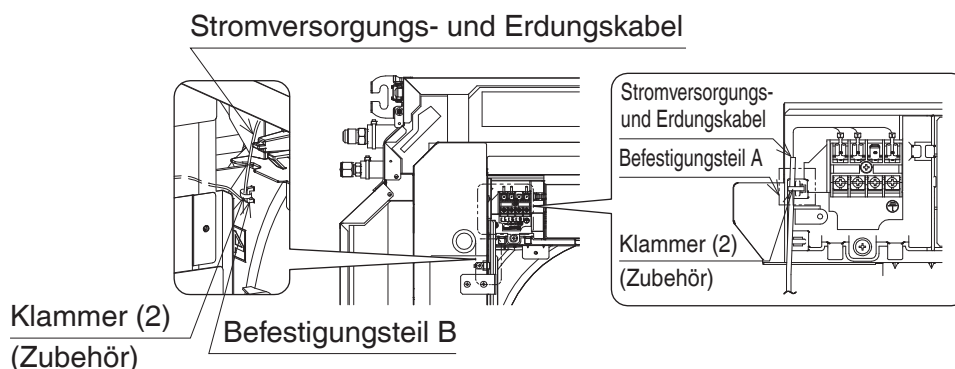

Abbildung 19
4. Bündeln Sie die Stromversorgungskabel (schwarz und weiß) und das Erdungskabel (grün oder gelb) und befestigen Sie das Kabelbündel mit Klammern (2) am Befestigungsteil A innen im Schaltkasten des Innengeräts und am Befestigungsteil B an der trichterförmigen Öffnung. (Siehe **Abbildung 19.**) Falls Sie einen separat erworbenen Kabelbaum verwenden, befestigen Sie alles zusammen am Befestigungsteil B.